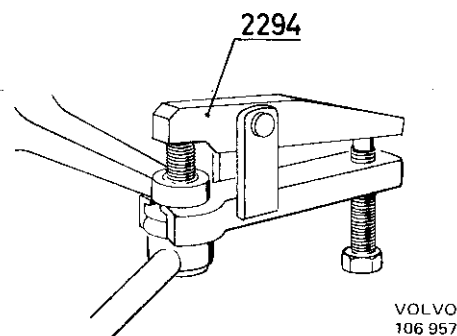

Abb. 84 Abpressen des Kugelzapfens
Die Kugelgelenke der Sprustange (Spurstangenköpfe) sind einzeln austauschbar. Beim Ausbau wird zuerst die Kronenmutter entsplintet und abgeschraubt. Danach wird das Spannzeug 2294 gem. Abb. 84 am Kugelgelenk angebracht. Spannzeug ordentlich festdrücken und darauf achten, daß der Gewindepapfen des Kugelgelenkes in die Aussparung des einen Spannhebels gelangt. Werkzeugspindel andrehen, bis der Kugelzapfen unter Preßdruck nachgibt.
2. Kugelgelenke der Lenk- und Spurstange mit dem Spannzeug 2294 gem. Abb. 84 vom Umlenkhebel abpressen.